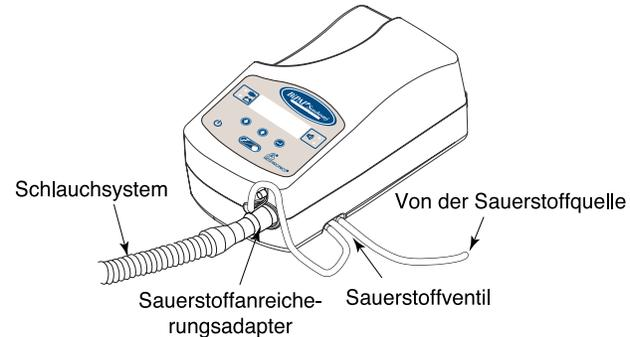

Abb. 8-2 Anschließen des Sauerstoffschlauches an das Synchrony
Schritt 1 Den Sauerstoffschlauch wie in Abbildung 8-2 gezeigt mit dem rückseitigen Sauerstoffventilanschluss verbinden. Das Sauerstoffventil verhindert, dass Sauerstoff in das Gehäuse des Synchrony eindringt, wenn das Gerät angehalten wird.